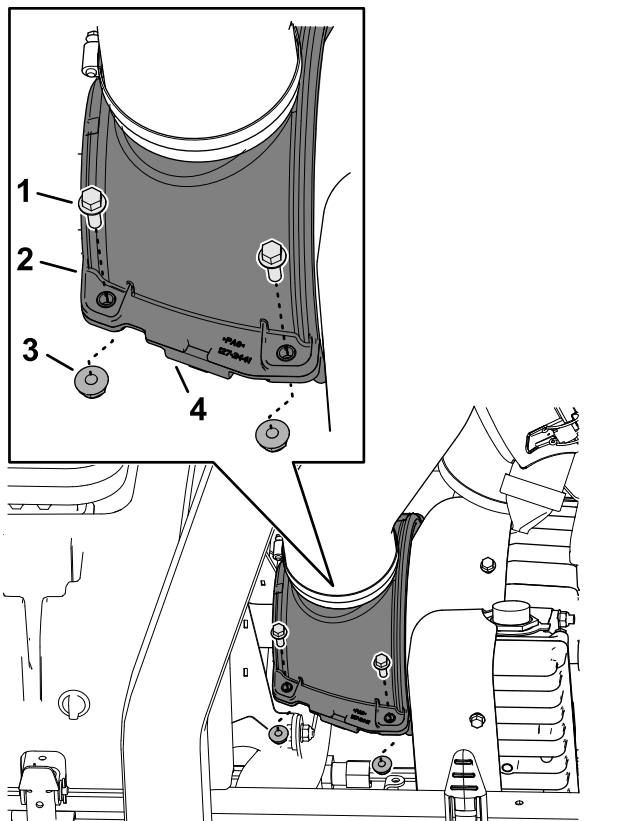

Figura 66
1. Îndepărtați cele 4 uruburi cu guler și cele 4 contrapiulițe cu guler care fixează carcasa superioară și inferioară de aer de răcire a alternatorului (Figura 66).